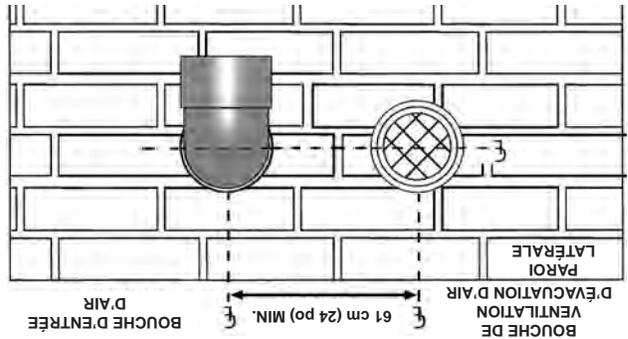
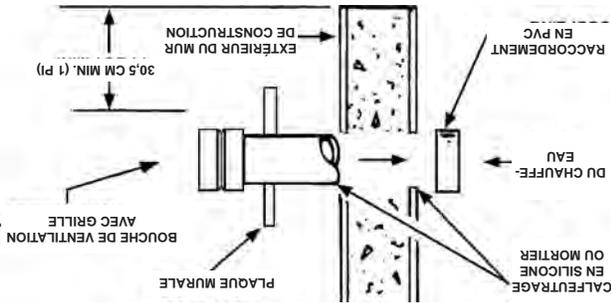

Figure 14A
Figure 13 TERMINAISON DE VENTILATION
d'affinisse pointée dans la bonne position (Figure 14A et
Couper une longueur de tuyau d'environ 8,9 cm (3,5 po) plus long que l'épaisseur du mur à l'ouverture. Coller la bouche de ventilation à cette section du tuyau. Glisser la plaque du mur par-dessus le tuyau pour qu'elle s'arrête contre la bouche de ventilation. Placer un cordon de calfeutrage (non fourni) autour de l'écart entre le tuyau et la plaque-couvercle. En mettre suffisamment pour combler un peu d'écart entre le tuyau et la paroi. Placer une quantité de calfeutrage sur l'arrière de la plaque pour la tenir contre la paroi après l'installation. Si le tuyau de ventilation est installé pour arriver jusqu'au mur, avec un accouplement sur l'extrémité contre l'ouverture du mur, le tuyau à la bouche de ventilation peut être préparé pour être collé avant de l'insérer à travers le mur. Glisser le tuyau à travers le mur et l'insérer dans l'accouplement sur l'autre côté du mur, en s'assurant que la bouche de ventilation finit par se pointer dans la bonne position, voir la Figure 13.
La première étape est de déterminer où le tuyau de ventilation se terminera. Voir Figure 13, Figure 14A, et Figure 15. L'évent pourrait se terminer à travers une paroi latérale tel qu'illustré à la Figure 13, Figure 14A et Figure 15 ou à travers le toit tel qu'illustré à la Figure 18, Figure 19 et Figure 20.
Les instructions concernant une installation appropriée à travers une paroi latérale sont fournies aux Figures 13, Figure 14A et Figure 15.
2. Terminaison à travers le mur - terminaison de ventilation horizontale directement à travers un mur extérieur, voir Figure 13 à la page 26.